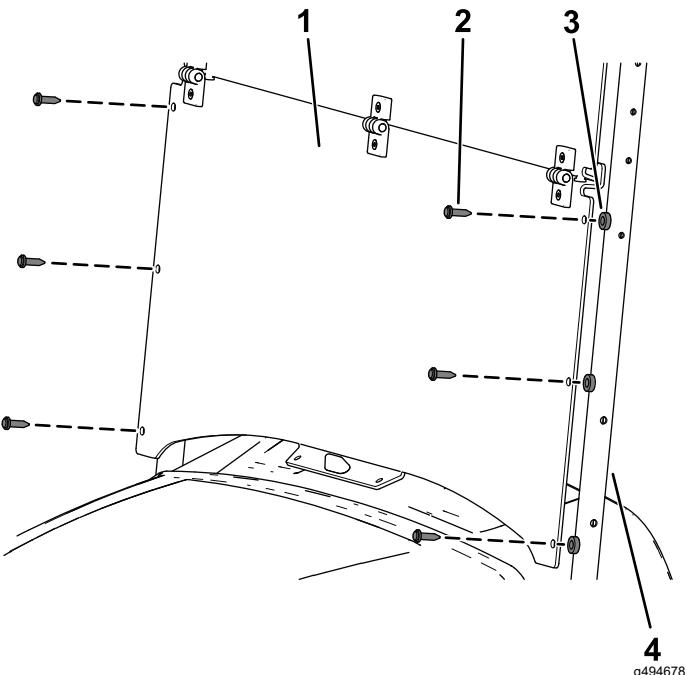

Figura 3
2. Alinhe os furos na parte inferior do para-brisas com os furos nos tubos de apoio do toldo (Figura 3).
3. Prenda as laterais do para-brisas aos tubos de apoio do toldo utilizando seis espaçadores de plástico e seis rebites de plástico compridos (Figura 3).